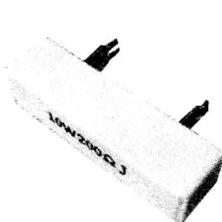

图 1-12 水泥电阻
(1) 水泥电阻。水泥电阻器是一种采用陶瓷绝缘的功率型线绕电阻器(例如彩色电视机中的大功率电阻)，其优点是功率大，缺点是有电感，体积大，不宜作阻值较大的电阻，如图 1-12 所示。